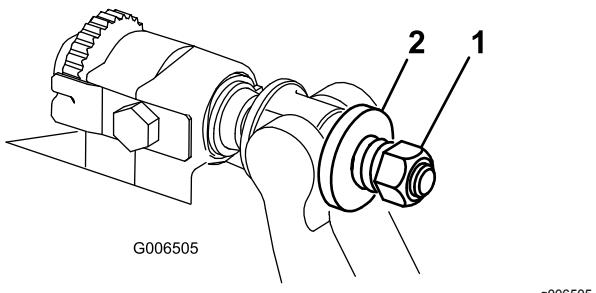

Figure 32
4. Serrez l'écrou de tension du ressort jusqu'à ce que les spires soient jointives, puis desserrez-le de 1/2 tour (Figure 32).
10. Serrez l'écrou sur chaque vis de réglage de la barre d'appui jusqu'à ce que le ressort de compression soit complètement comprimé, puis desserrez l'écrou d'un demi-tour (Figure 32).